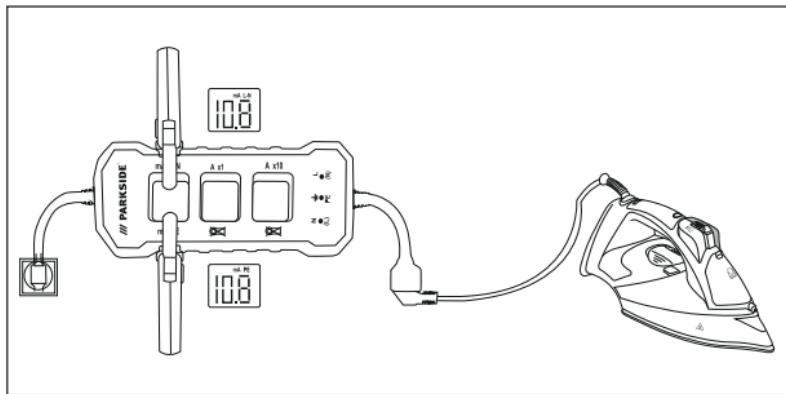

Fig. 2
- 4) Lisez la valeur directe du courant de dérivation (conducteur PE) dans l'anneau **mA PE 7** ou la valeur indirecte/valeur différentielle du courant de dérivation (conducteur L-N) dans l'anneau **mA L-N 1** (voir fig. 2).